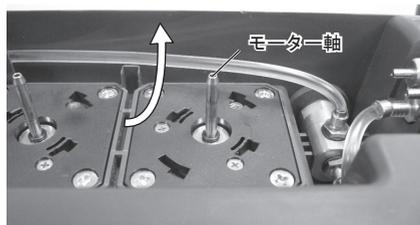

図 39
- ・モーター軸の汚れや水分を拭き取る際は、図 39 のように根元から拭きあげてください。